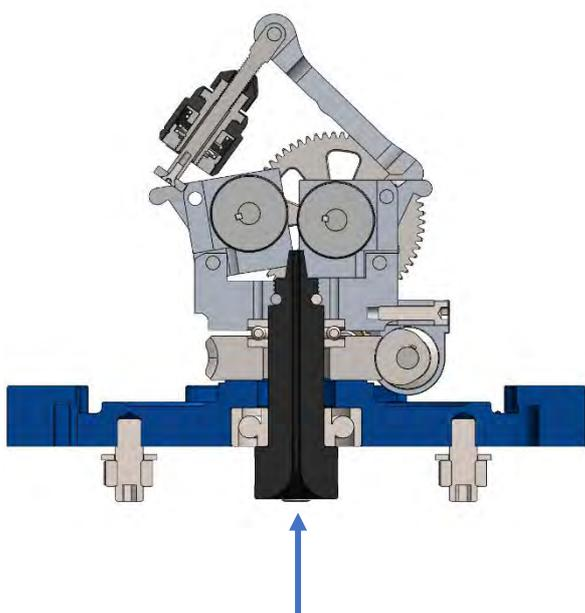

Figura 18
4. Ora è possibile far passare il filo di saldatura attraverso il Twister, tramite il foro dell'anima in plastica posto nella parte inferiore, fino a raggiungere l'uscita nella parte opposta come mostrato nella figura 18 e 19;